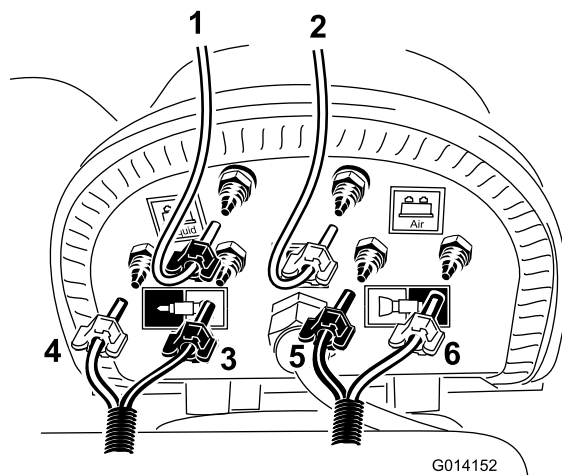

Figura 22
illustrato in Figura 22. Usate una fascetta per tubo blu per fissare entrambi i tubi. La guaina delle tubazioni dovrà essere ulteriormente aperta affinché le tubazioni si adattino alla lunghezza del gruppo serbatoio.
- B. Individuate il flessibile di equalizzazione corto tagliato in precedenza e collegate il tubo trasparente al raccordo scanalato rimasto libero sul tappo nero del serbatoio, come illustrato in Figura 22.
- D. Individuate il flessibile della schiuma disposto in direzione della barra sinistra e montate il tubo blu e il tubo trasparente nei punti illustrati in Figura 22.
blu e il tubo trasparente nei punti illustrati in Figura 22.